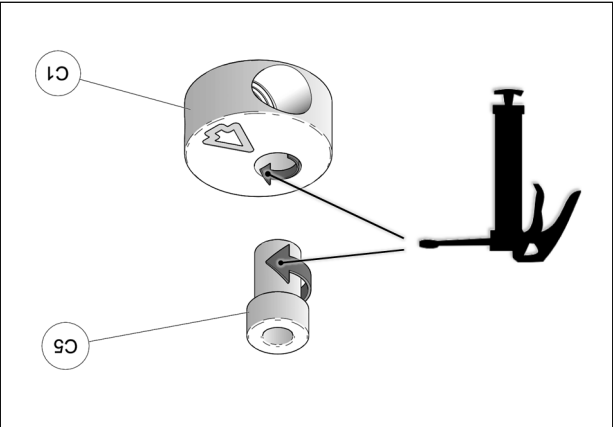

Fig. 19
11. À l'assemblage les bagues espacateurs (C5) doivent être graissées. Appliquer une couche de graisse uniforme sur toute la circonférence de la bague espaceur et dans le logement de l'extrémité en aluminium (C1). Voir la Fig. 19